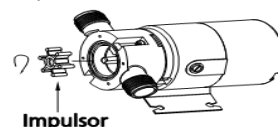

Figura 6 – Instala el impulsor
5. Para facilitar la instalación del impulsor, grasa ligeramente el interior de la bomba con grasas de iones de litio (ver Figura 6). Otros tipos de grasa puede dañar el impulsor.